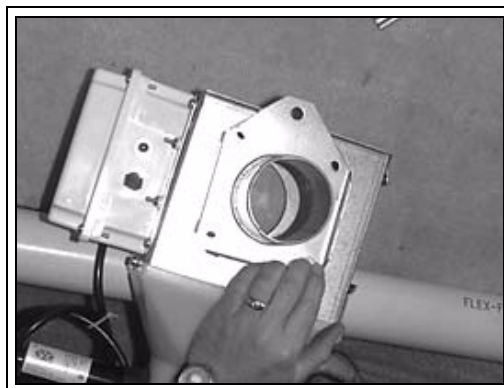

Рисунок 5Q Установка анкера трубы на блоке управления
1. Прикрепите анкер трубы к корпусу блока управления четырьмя (4) болтами 5/16" x 3/4" с плоскими шайбами. См. рис. 5Q, на котором приводятся более подробные сведения.
1. Прикрепите анкер трубы к корпусу блока управления четырьмя (4) болтами 5/16" x 3/4" с плоскими шайбами. См. рис. 5Q на стр. 25, на котором приводятся более подробные сведения.
3. Скрепите четырьмя (4) прилагаемыми болтами с шайбами два (2) опорных кронштейна.
4. Прикрепите опору двигателя в сборе к блоку управления четырьмя (4) болтами, уже вставленными в опорный кронштейн и ограждение ремня. Закрепите четырьмя (4) прилагаемыми стопорными шайбами и шестигранными гайками. При необходимости направление вращения двигателя можно изменить, развернув опору двигателя на 180°.